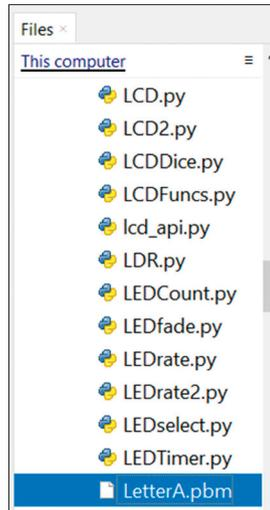

Рис.9.24: Выберите файл **LetterA.pbm**.
- Теперь скопируйте файл изображения с ПК на Pico. Откройте Thonny, щелкните **This Computer** слева и выберите файл **LetterA.pbm** (рис.9.24).